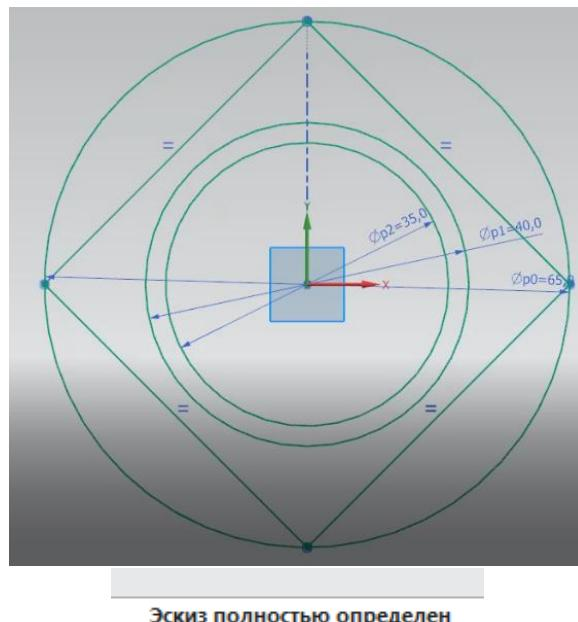

Рисунок 23 – Результат шага 1
17. Проверьте дерево построения модели, оно должно соответствовать рис.23